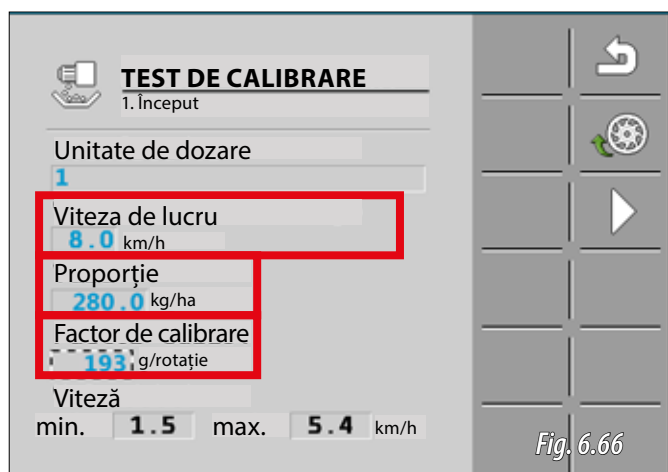

Fig. 6.66
**8-** Pentru a continua cu calibrarea consultați manualul ISOBUS livrat împreună cu utilajul (consultați secțiunea EFECTUAREA TESTULUI DE CALIBRARE). Care ar trebui să conțină următoarele valori (Fig. 6.66):